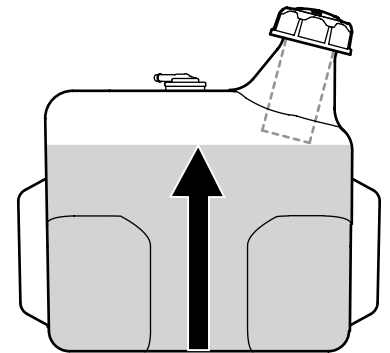

Figura 2-10
2. Cargue el depósito de combustible con gasolina. Sólo se debe utilizar gasolina limpia, nueva (con menos de 30 días de antigüedad) y sin plomo. Llene el depósito no más de 1/2" por debajo de la base del cuello de llenado dejando espacio para la expansión del combustible. Consulte la Figura 2-10.
**IMPORTANTE:** No llene en exceso el depósito de combustible. Llene el depósito no más de 1/2" por debajo de la base del cuello de llenado dejando espacio para la expansión del combustible. Consulte la Figura 2-10.